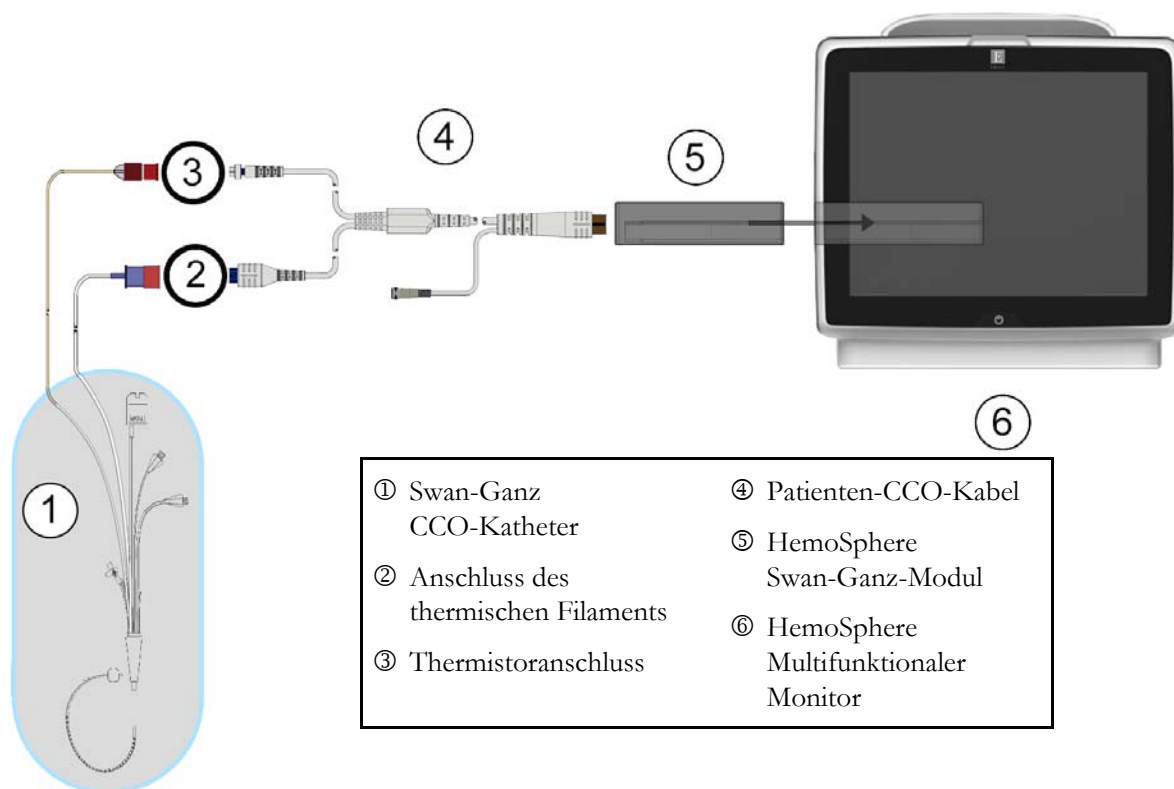

Abbildung 9-4 Übersicht der Anschlüsse für die CO-Überwachung
- 2 Schließen Sie das Katheterende des Patienten-CCO-Kabels an den Thermistoranschluss und die Anschlüsse des thermischen Filaments des Swan-Ganz CCO-Katheters an. Diese Anschlüsse sind in mit ② und ③ gekennzeichnet. Abbildung 9-4 auf Seite 159.